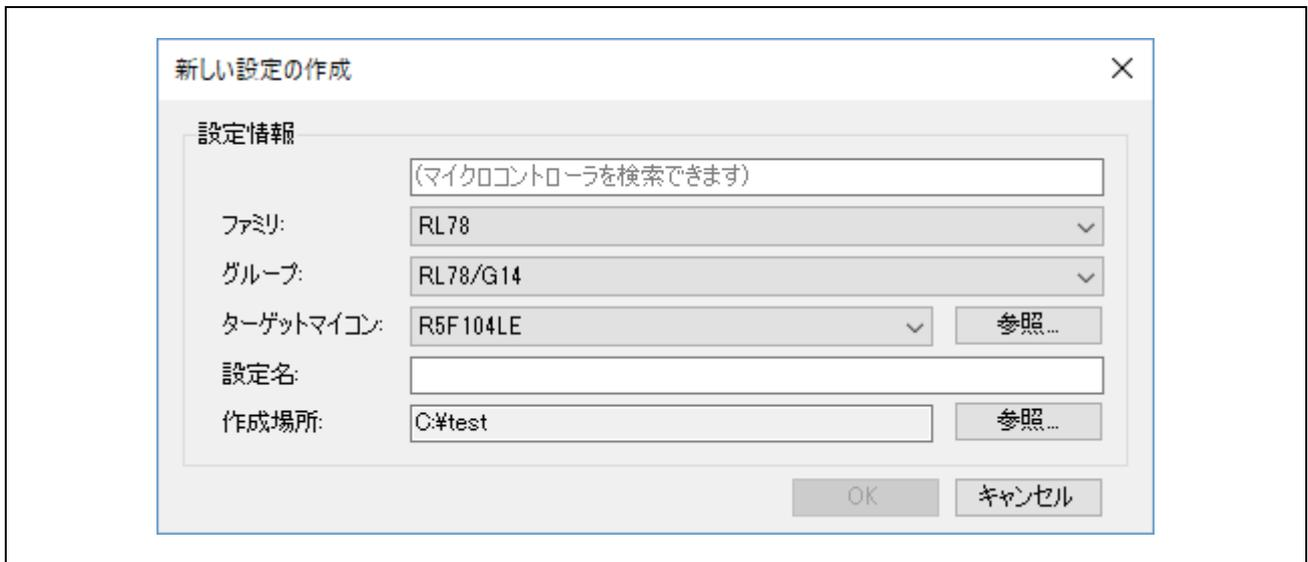

図 4.29 新しい設定の作成ダイアログボックス
2. 新規に設定ファイルを作成します。ファミリー、グループ、ターゲットデバイス、設定情報を図 4.29 のように設定し、OK ボタンを押します。